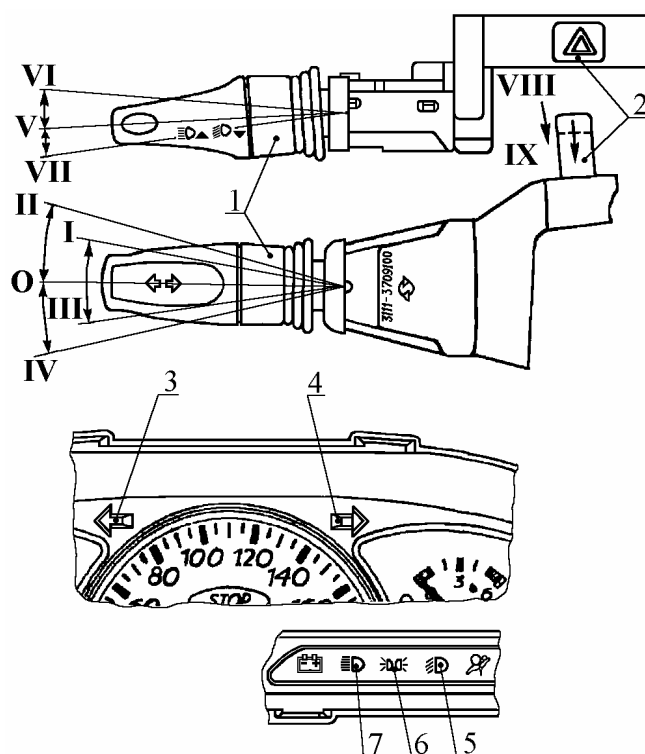

Рис. 3. Проверка переключателя поворотов и света фар:
4.1.3. Повернуть рукоятку по стрелке в положение II. Должны загореться габаритный свет в передних и задних фонарях, сигнализатор 2 на комбинации приборов, фонари освещения заднего номерного знака, подсветка приборов, а также ближний или (в зависимости от переключателя 1 (см. рис.3) света на рулевой колонке) дальнего света фар.
1) рычаг 1 (рис.3) находится в положении V. Должен включиться ближний свет фар и загореться сигнализатор 5 зеленого цвета;